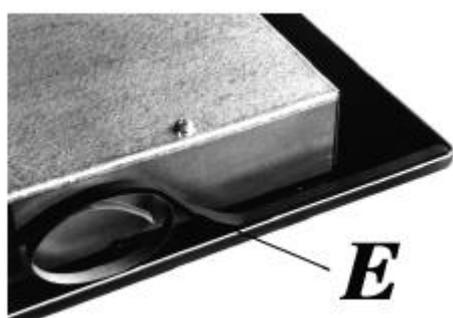

РИС.9
- Переверните варочную панель и правильно наложите уплотнение "E" клейкой поверхностью к кромке панели (рис.9), так чтобы внешняя сторона уплотнения идеально прилегала к внешнему краю по периметру варочной панели. Концы полоски должны стыковаться, а не накладываться друг на друга.